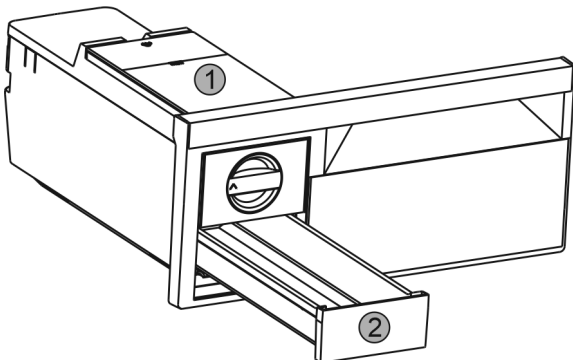

Fig. 46
- ▶ Vyměňte nádržku na vodu Fig. 46 (1) a zásuvku na kostky ledu Fig. 46 (2).